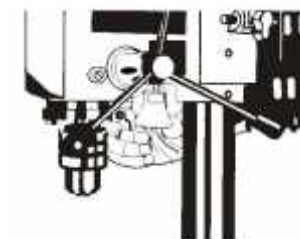

FIGURA 20
- 2- Encaixe os pinos da lâmpada no alojamento e empurre, certificando-se que a mesma está bem fixada (Figura 20).